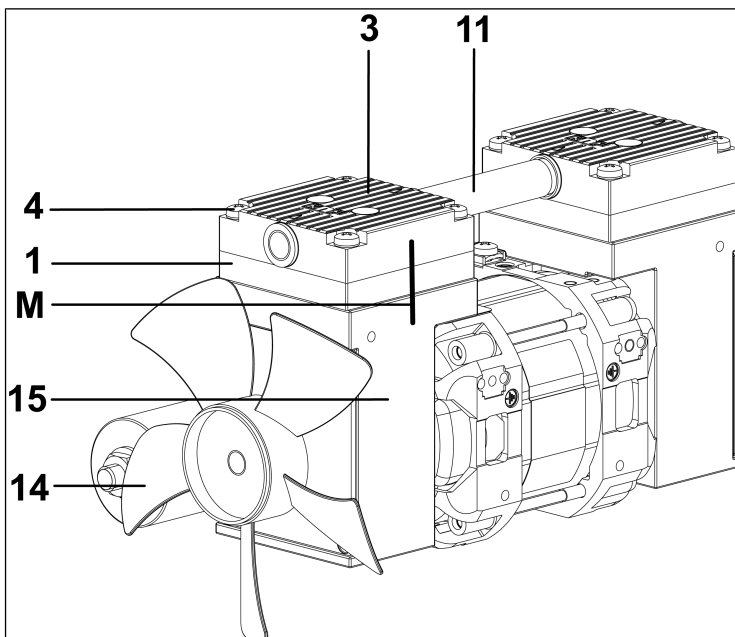
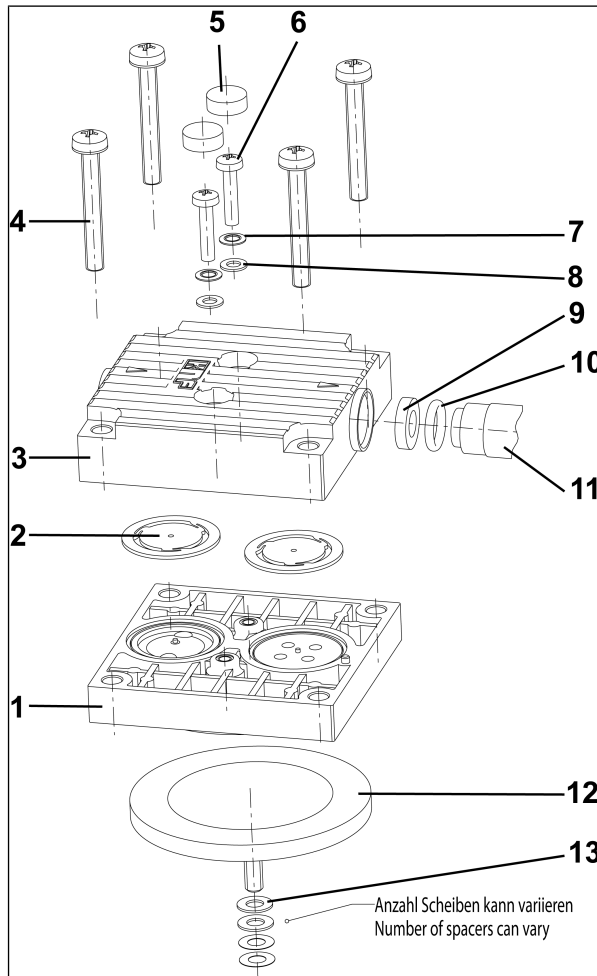

Abb.4: Pumpe N816.3
Abb.5: Pumpenkopf (Explosionszeichnung, symbolisch)
**Nach Abb. 5
1. Markieren Sie an beiden Pumpenköpfen die Position von Kopfdeckel (Abb. 4/3), Zwischenplatte (1) und Pumpengehäuse (15) zueinander durch einen durchgehenden Filzstiftstrich (M), um eine korrekte Montage sicherzustellen.
1. Bewegen Sie eine Membrane (Abb. 5/12) durch Drehen des Lüfterrades (Abb. 4/14) in den oberen Umkehrpunkt.
2. Heben Sie die Membrane (Abb. 5/12) an gegenüberliegenden Seitenrändern an, fassen Sie die Membrane und schrauben Sie die Membrane entgegen dem Uhrzeigersinn heraus.
3. Nehmen Sie die Passscheiben (13) vom Gewindebolzen der Membrane ab und bewahren Sie diese auf.
5. Schieben Sie die Passscheiben (13) auf den Gewindebolzen der neuen Membrane.
6. Bewegen Sie den Pleuel (Verbindungsteil zwischen Antriebswelle und Membrane) durch Drehen des Lüfterrades (Abb. 4/14) in den oberen Umkehrpunkt.
7. Schrauben Sie die neue Membrane (Abb. 5/12) mit Passscheiben (13) auf den Pleuel (im Uhrzeigersinn) und ziehen Sie diese handfest an.
7. Legen Sie die neuen Ventile (2) in die Ventilsitze der Zwischenplatte (1) ein.
8. Stellen Sie durch leichte horizontale Bewegung der Ventile (2) sicher, dass die Bohrung der Ventile auf dem Zentrierstift der Zwischenplatte (1) zentriert ist.
9. Setzen Sie den Kopfdeckel (3) auf die Zwischenplatte (1) entsprechend der Filzstiftmarkierung (Abb. 4/M).
10. Prüfen Sie durch leichte seitliche Bewegung des Kopfdeckels (Abb. 5/3) dessen Zentrierung.
11. Verbinden Sie den Kopfdeckel (3) und die Zwischenplatte (1) miteinander indem Sie die beiden Schrauben (6) festziehen (handfest).
1. Legen Sie das Distanzstück (9) wieder in den Kopfdeckel (3) ein.
2. Schieben Sie das Verschaltungsrohr (11) in Bohrung des Kopfdeckels (3) ein.
3. Achten Sie darauf, dass auf dem Ende des Verschaltungsrohrs der O-Ring (10) aufliegt.
4. Setzen Sie die beiden durch das Verschaltungsrohr (11) verbundenen Pumpenköpfe entsprechend der Markierungen (Abb. 4/M) auf das Gehäuse.
5. Ziehen Sie an beiden Pumpenköpfen die Schrauben (Abb. 5/4) über Kreuz nur leicht an.
6. Prüfen Sie die Leichtgängigkeit der Pumpe durch Drehen am Lüfterrad (Abb. 4/14).
7. Ziehen Sie die Schrauben (Abb. 5/4) an beiden Pumpenköpfen über Kreuz handfest an.